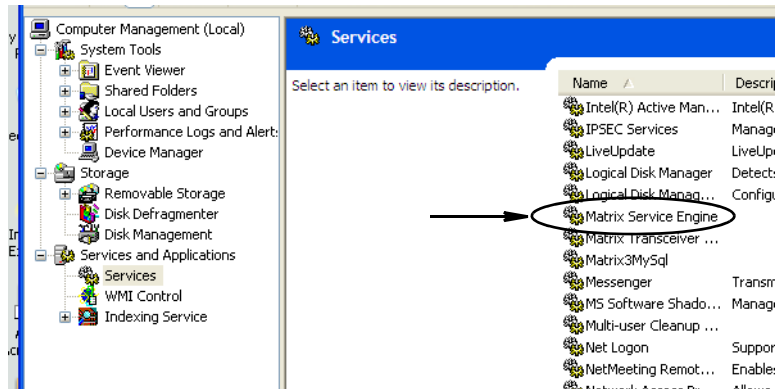

图 56
d. 双击服务列表上的 Matrix 系统引擎（图 56）。